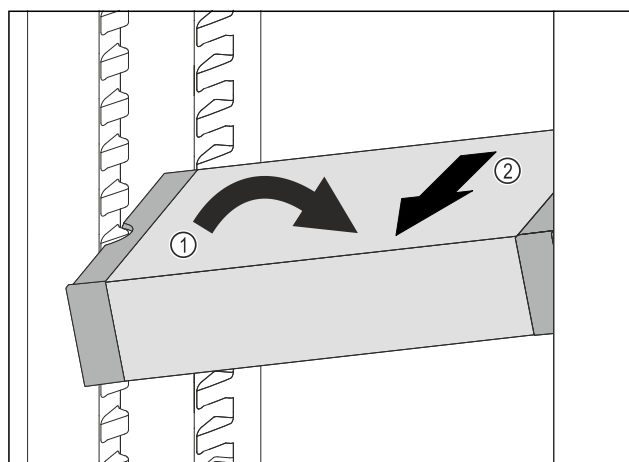

Fig. 58
- ▶ Incliner le VarioSafe dans la partie réfrigérateur. Fig. 58 (1)
- ▶ Sortir le tiroir VarioSafe par l'avant. Fig. 58 (2)